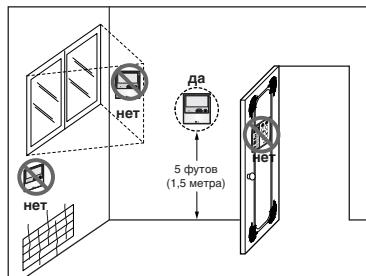

Рис.1. Типичное расположение пульта дистанционного управления
- Чтобы на нем правильно отображалась информация, пульт дистанционного управления должен быть установлен так, как показано на рис.1